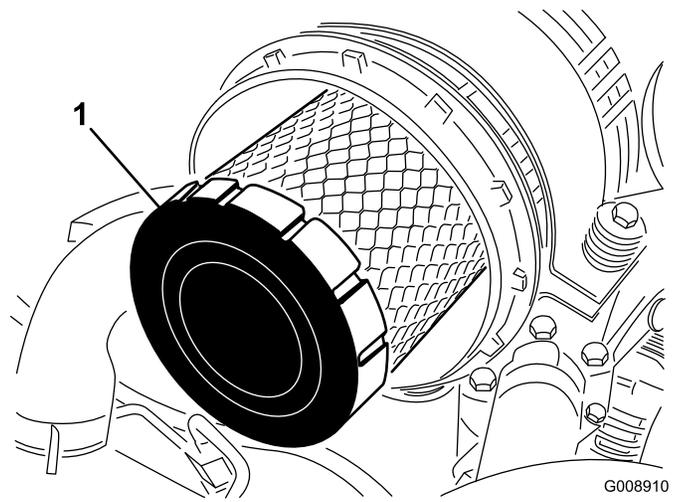

Figure 43
4. Déposez et remplacez l'élément principal (Figure 43).